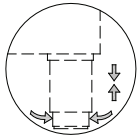

Figure 1
- Placer au réfrigérateur sur une surface plane (utiliser les pieds réglables) (Fig. 1)